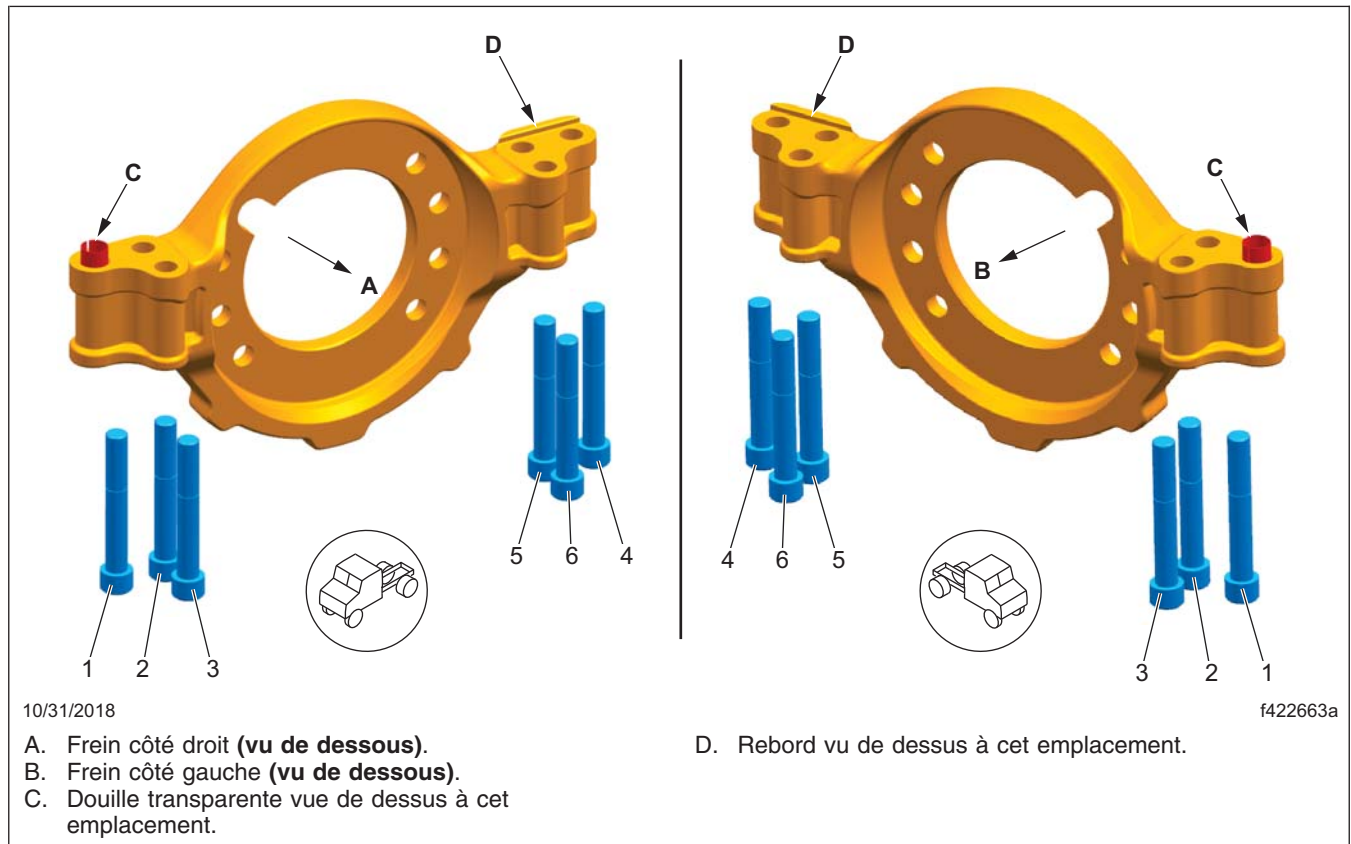

Fig. 5, Ordre de serrage (vue de dessous), étrier Bendix à montage radial
10. Serrez les boulons de fixation du support en deux étapes, en appliquant l'ordre de serrage indiqué sur la figure 5.